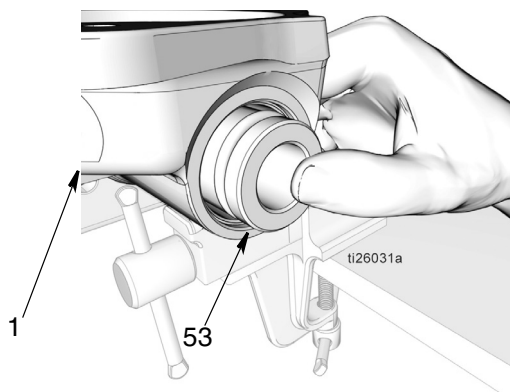

Рис. 45
- d. Используйте свои пальцы для вжатия соединительной муфты (53) в основание насоса (1). Затем с помощью стержня из мягкого материала вдавите соединительную муфту полностью вниз насколько возможно (Рис. 45).
**ПРИМЕЧАНИЕ.** Соблюдайте осторожность, чтобы не поцарапать или не повредить соединительную муфту и/или корпус основания насоса (1) во время установки соединительной муфты в основание насоса. Поцарапанные или поврежденные поверхности могут создать путь для утечки жидкости во время работы насоса и помешает надлежащей работе насоса.